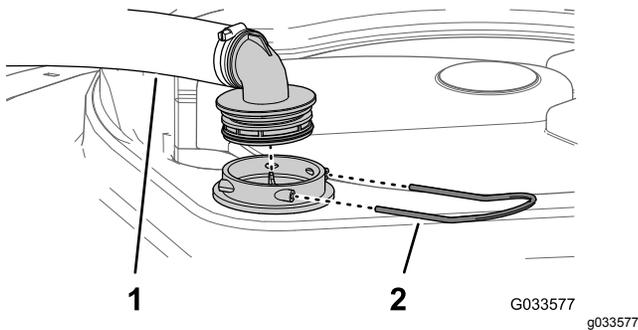

図 13
2. タンク上部で、フィルタハウジングからの太いホースについているフィッティングを固定しているリテーナを外す 図 13。
3. フィルタハウジングからホースとフィッティングを取り外す 図 13。